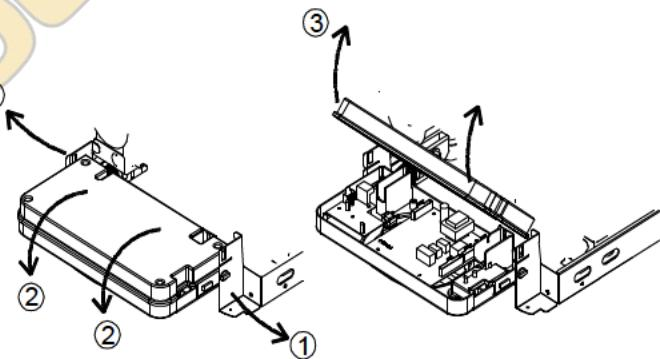

Рис. 2
- Отогните наружу 2 опорных кронштейна (рис. 2) и поверните заднюю сторону панели управления вниз.
- Открутите 4 фиксирующих винта (рис. 2) и снимите заднюю сторону панели управления с передней стороны.